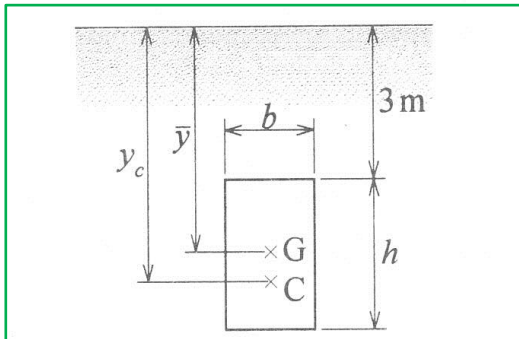

図 2.14 垂直仕切水門に作用する力
**例題 2.7** 図 2.14 に示す幅  $b=1.5$  m, 高さ  $h=3$  m の長方形の垂直仕切水門に作用する全圧力  $P$  と圧力中心の位置  $y_c$  を求めよ。